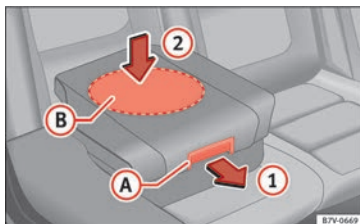

Fig. 98 Siège intégré pour enfants : abaisser l'assise.
• Tirez sur le coussin de siège vers l'avant avec le levier de déblocage » **fig. 98** (A) dans le sens de la flèche (1).
• Poussez l'assise vers le bas à travers la zone centrale (B) dans le sens de la flèche (2) afin qu'elle s'encastré de manière sûre » ①. Les supports latéraux se rabattent automatiquement.
Si vous abaissez le siège intégré pour enfants, appuyez uniquement sur le centre du coussin de siège » **fig. 98** (2). Autrement, l'assise pourrait se tordre et ne pas s'encastrer correctement.